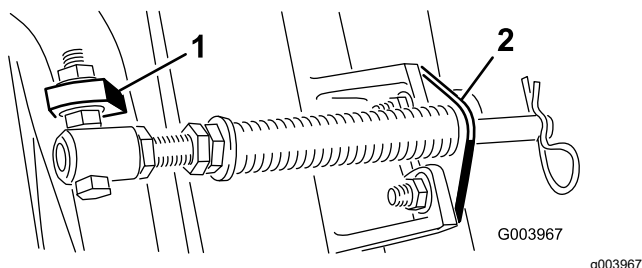

Figure 5
- Montez le support de tige sur les pattes de l'unité de coupe à l'aide des boulons de carrosserie et des écrous (Figure 5).